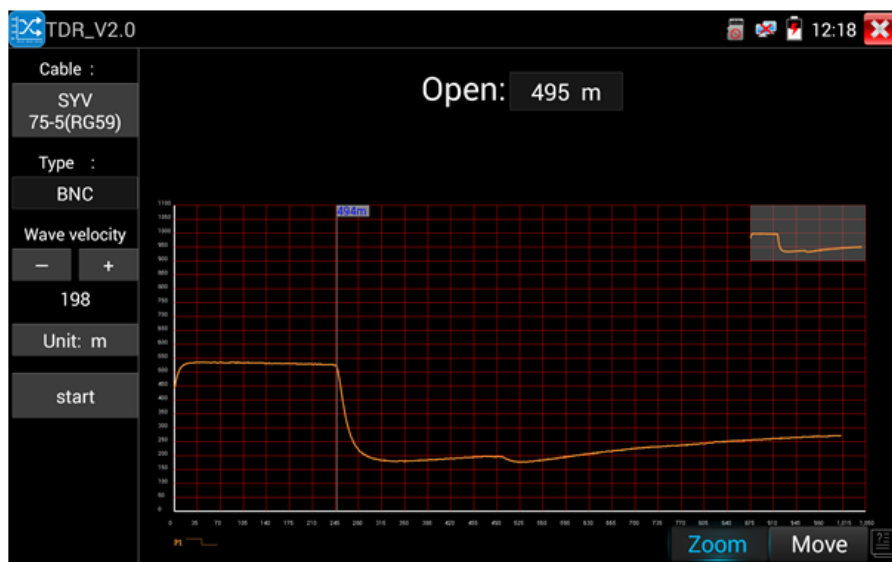

Рис. 122 Рефлектометр (TDR) для коаксиального кабеля, интерфейс
2. Найдите на рабочем столе тестера ярлык приложения и запустите его, рис. 122